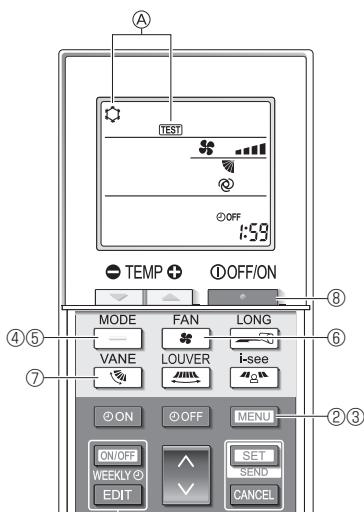

Fig. 8-5
- ① Tænd for strømmen til enheden mindst 12 timer før testkørslen.
- ② Tryk på **[MENU]**-knappen i 5 sekunder. (Fig. 8-5)
Ⓐ [TEST] og den aktuelle funktionsmåde vises. (Fig. 8-5)